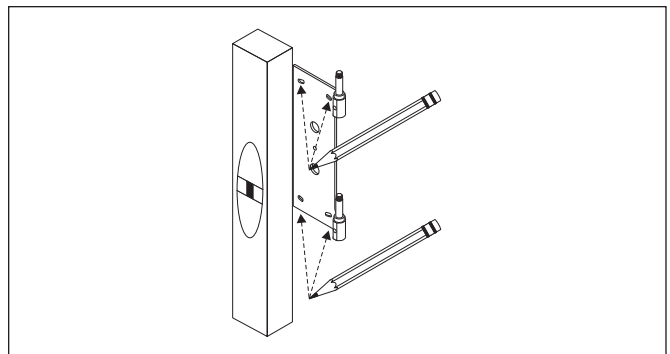

Figure 4. Étape 4
- À l'aide du niveau, cadrez le support mural et maintenez-le bien collé sur le mur, en plaçant le trou central du support mural sur le point central que vous venez de tracer. Les charnières cylindriques du support mural doivent pointer en direction opposée du mur et les tiges de charnière doivent pointer vers le plafond. Tracez quatre points (deux au-dessus et deux au-dessous du support) à l'intérieur des découpes en forme d'arc du support mural (voir figure 4).